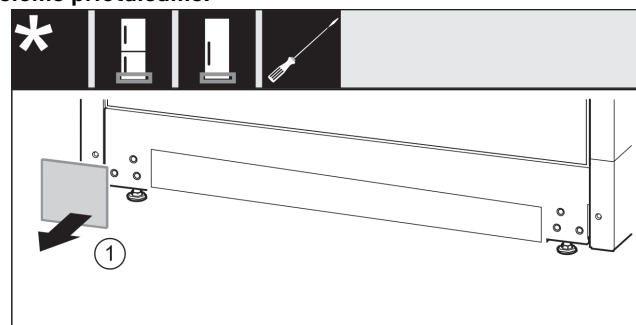

Fig. 14
- ▶ Nuimkite uždangalą. Fig. 14 (1)